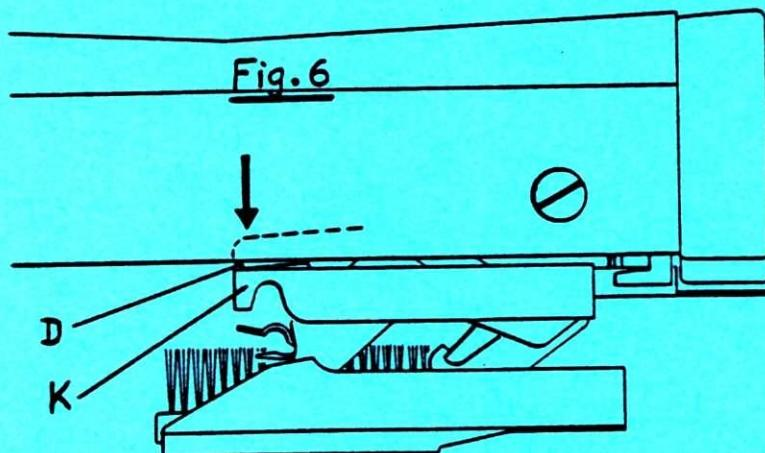

Fig. 6
b) Die Einstellung ist dann richtig ausgeführt worden, wenn der Hilfshebel D am Träger K (Fig. 6) leicht ansteht.
- b) Le réglage est correct si le levier auxiliaire D touche légèrement le support K (Fig. 6).